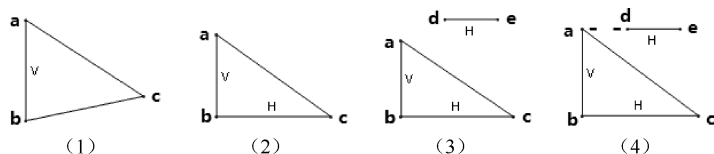

图 2-29 水平约束
使直线水平：如图 2-29 (1) 所示，要使 $\triangle abc$ 的 bc 边水平，可选择 \oplus 水平工具，用鼠标左键单击 bc 边，单击确定，此时出现水平符号“H”。
两点水平对齐：要使图 2-29 (3) 中的 a 点与 d 点水平对齐，同样选择 \oplus 水平工具，用鼠标左键单击 a 、 d 两点，此时两个点之间出现对齐符号“—”。